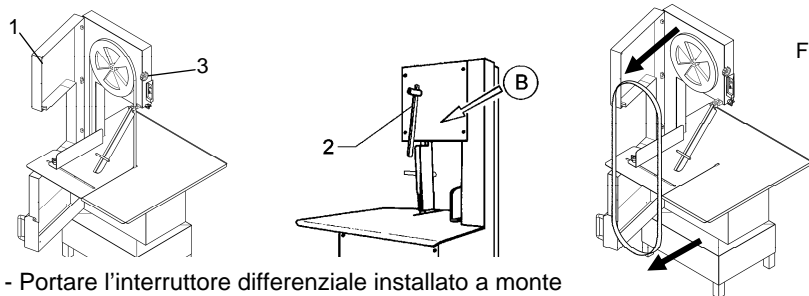

Fig. 7.6.2
### 7.6.2 Sostituzione della lama (Fig. 7.6.2)
- Portare la leva "2" verso il basso, come indicato nella Fig. 7.6.2 dalla freccia "B".